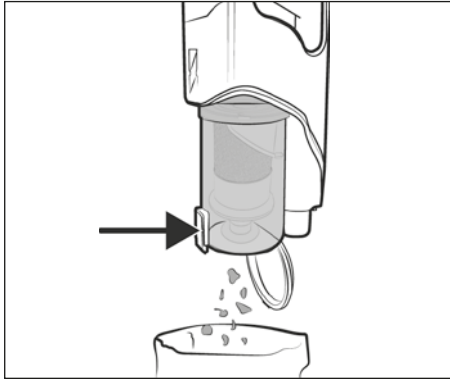

Fig. 17
- 2) Tenez le bac à poussière ⑦ dans une poubelle et appuyez sur la touche de déverrouillage du couvercle du bac à poussière ⑧. Le couvercle du bac à poussière ⑨ s'ouvre et son contenu est vidé dans la poubelle (voir figure 17). Fermez ensuite le couvercle du bac à poussière ⑨.